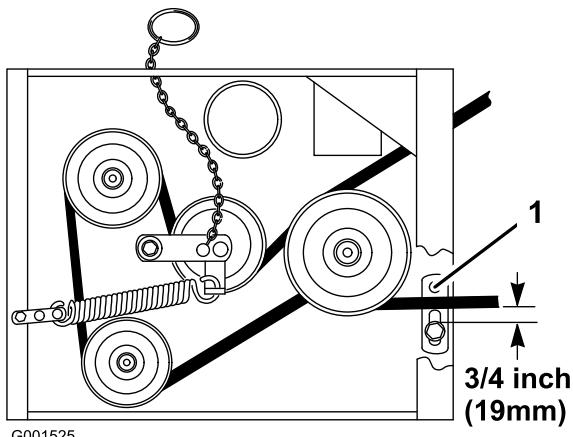

Figure 50
8. Vérifiez que le guide-courroie sous le bâti du moteur est réglé correctement (Figure 50).
Remarque: Le guide-courroie et la courroie du plateau de coupe doivent être espacés de 19 mm (3/4") quand la courroie est engagée (Figure 50). Réglez la courroie du plateau de coupe au besoin. La courroie désengagée ne doit pas traîner ni tomber de la poulie quand les guides sont réglés correctement.